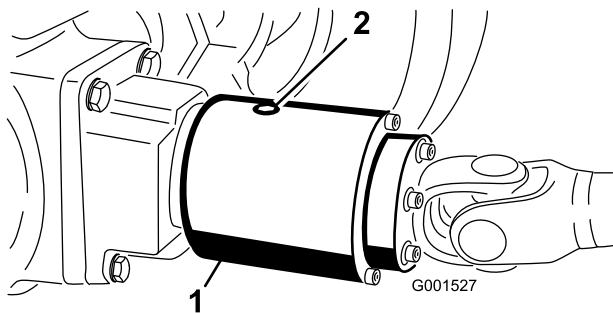

Figura 55
3. Gire el embrague hasta que el tapón esté orientado hacia abajo (Figura 55)